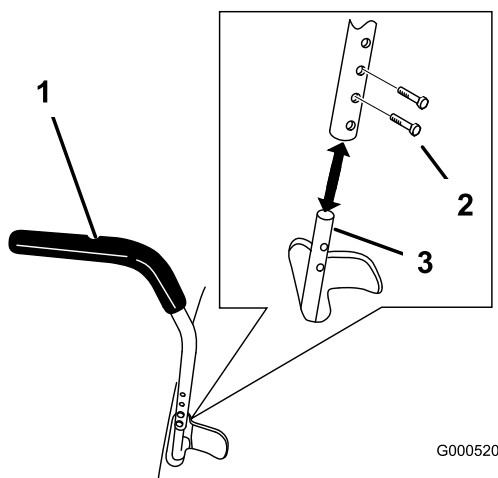

Figura 14
1. Retire los 2 pernos que fijan la palanca de control al brazo de la palanca (Figura 14).
2. Mueva la palanca al juego de taladros siguiente. Fije la palanca con los 2 pernos (Figura 14).